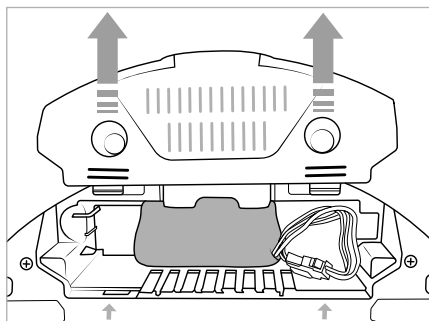

Fig. 26
- 1) Retirez le couvercle du compartiment à batterie 17 de l'appareil (voir fig. 26).